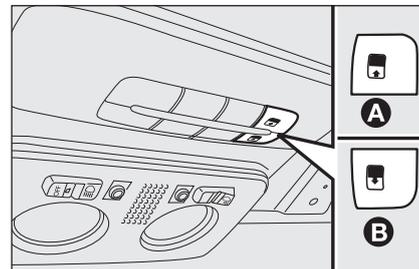

fig. 77
Para cerrarla, realice el procedimiento inverso. El techo practicable sólo funciona con la llave de contacto en la posición **MAR**. Los mandos **A y B fig. 77** situados en el salpicadero correspondiente cerca de las luces interiores delanteras controlan las funciones de apertura/cierre del techo practicable.
Pulse el botón **B-fig. 77** y manténgalo pulsado, el panel de vidrio delantero pasará a posición “spoiler”; pulse de nuevo el botón **B** y, actuando en el mando durante más de medio segundo, comienza a moverse el cristal del techo y continúa automáticamente hasta alcanzar una posición intermedia (posición “Comfort”).
Desde la posición de apertura completa, pulse el botón **A-fig. 77** y, si se actúa en el botón durante más de medio segundo, el cristal delantero del techo pasará automáticamente a posición intermedia (posición “Comfort”).
- pulse el botón **A-fig. 77** hasta que se cierre completamente el techo. Suelte el botón;